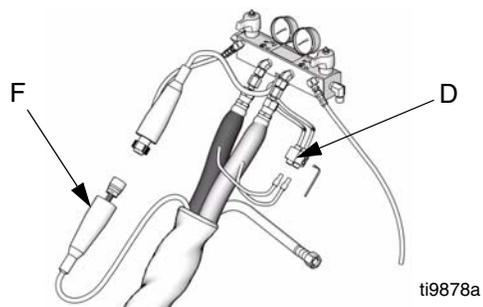

FIG. 10. Flexibles chauffants
3. Débrancher le connecteur (D) du flexible au niveau du Reactor, FIG. 10.
4. A l'aide d'un ohmmètre, mesurer la résistance entre les deux bornes du connecteur (D). Il doit y avoir une continuité.
3. Débrancher le câble FTS (F) sur le Reactor, FIG. 10.
3. Enlever le ruban adhésif et la protection du FTS (21), FIG. 10. Débrancher le câble du flexible (F). Avec un ohmmètre mesurer la résistance entre les fiches du connecteur du câble.